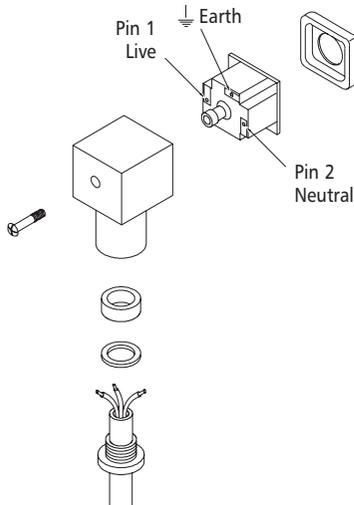

FIGURE 1
3. De electriciteitsaanvoer van de verwarmingselementen moet zoals op afb. 1 (bladzijde 11) aangegeven is worden aan gesloten. Zorgen dat de kabel geschikt is voor de juiste nominale netspanning. Dit product moet geaard worden. Zie de technische specificaties.